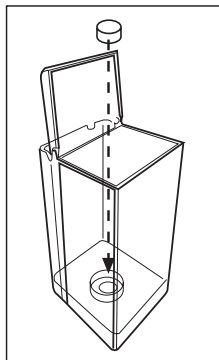

Fig. 19
- Inserire l'adattatore nel serbatoio spingendo fino al fondo (**Fig.19**)